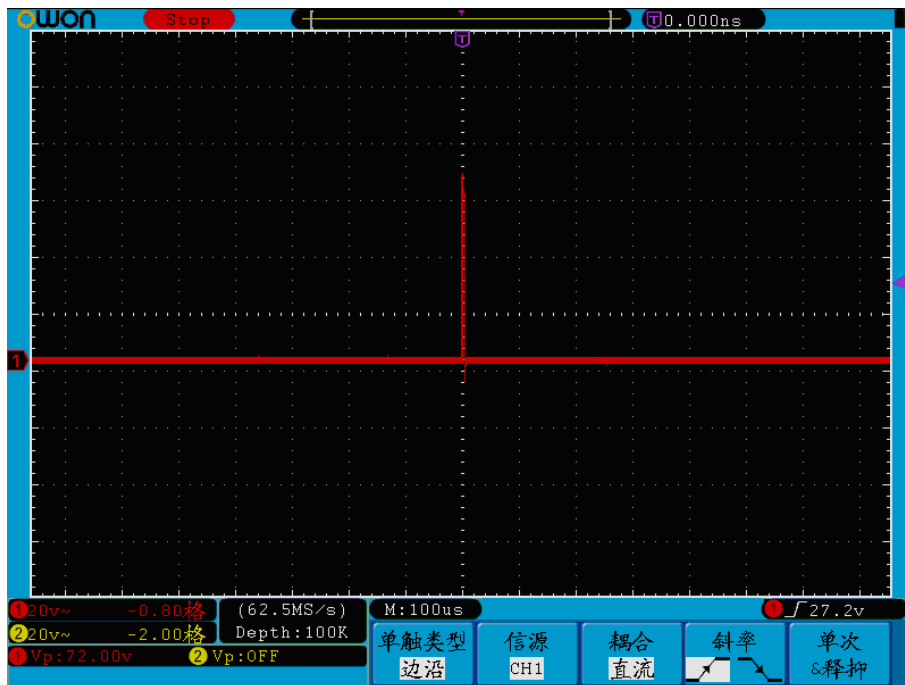

图6-3：捕捉单次信号
- (5) 按 F2 键，选择 峰值检测。
- (6) 按 触发菜单 按键，显示 触发 菜单。
- (7) 按 H1 键，显示 触发类型 菜单。
- (8) 按 F1 键，选择触发类型为 单触。
- (9) 旋转 通用 旋钮，选择触发模式为 边沿。
- (10) 按 H2 键，显示信源菜单。
- (11) 按 F1键，选择信源为 CH1。
- (12) 按 H3 键，显示耦合菜单；按 F2 键选择耦合为**直流**。
- (13) 按 H4 键，选择斜率为 （上升）。
- (14) 旋转 **触发电平** 旋钮，调整触发电平到被测信号的中值。
- (15) 若屏幕上方 **触发状态指示** 没有显示 **Ready**，则按下 **Run/Stop**（运行/停止）按键，启动获取。等待符合触发条件的信号出现。如果有某一信号达到设定的触发电平，即采样一次，显示在屏幕上。利用此功能可以轻易捕捉到偶然发生的事件，例如幅度较大的突发性毛刺：将触发电平设置到刚刚高于正常信号电平，按 **Run/Stop**（运行/停止） 按键开始等待，则当毛刺生时，机器自动触发并把触发前后一段时间的波形记录下来。通过旋转面板上水平控制区域的 **水平位置** 旋钮，改变触发位置的水平位置可以得到不同长度的负延迟触发，便于观察毛刺发生之前的波形。见图 6-3。